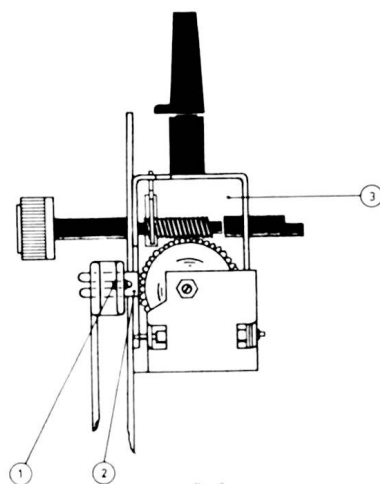

Fig. 2
Après remplacement du clavier, veiller à ce que le mécanisme d'entraînement d'aiguille (1) s'engage dans la fourchette (2) du bloc de pré réglage. (fig. 2)